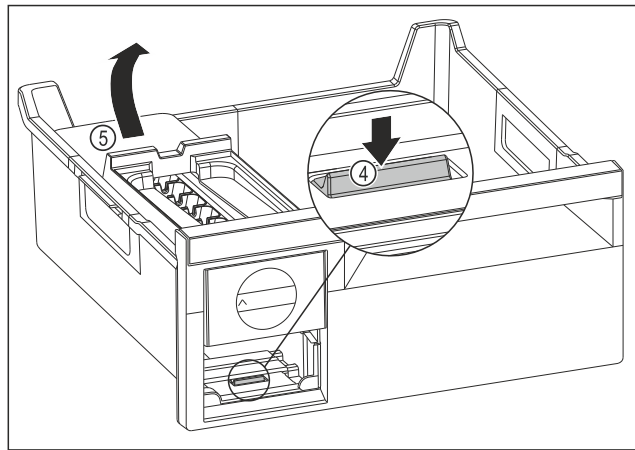

Fig. 172
- ▶ Fjern hoveddelen til EasyTwist-Ice: Trykk tappene Fig. 172 (4) ned med fingeren samtidig som hoveddelen til EasyTwist-Ice Fig. 172 (5) løftes opp fra baksiden med den andre hånden.